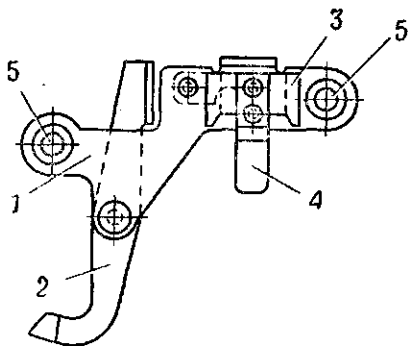

Рис. 20. Основание механизма светоблокировки:
**16. Основание механизма светоблокировки** (рис. 20) служит для приведения в действие механизма защиты ночного прицела. Оно имеет кронштейн, рычаг и фиксатор.